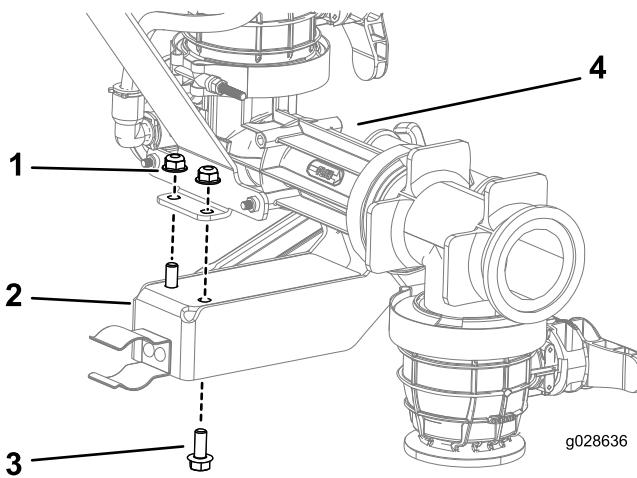

Bild 10
1. Befestigen Sie den Griff mit zwei Bundkopfschrauben und zwei Bundmuttern am Ejektor (Bild 10).
3. Fluchten Sie die Löcher in der Ejektorbefestigungsplatte mit den geschlitzten Löchern in der Rückplatte der Wiege (Bild 10) aus.